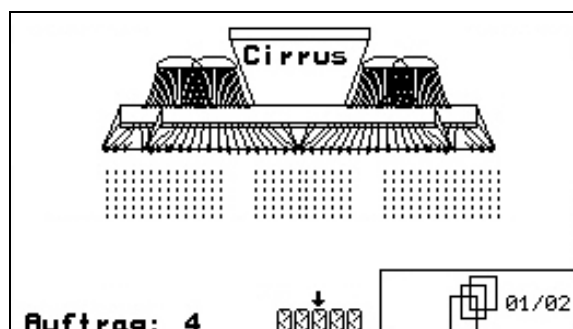

Fig. 75
1. Velg Vending på alle hjul (Fig. 75).